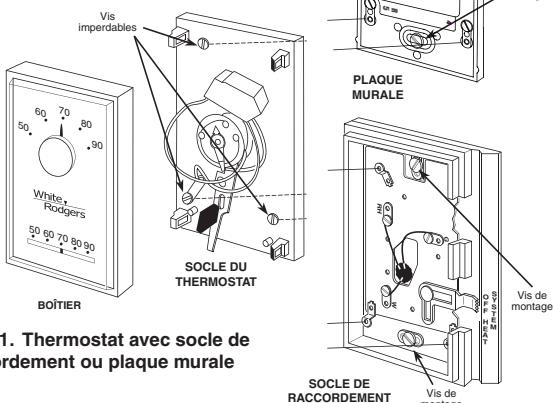

Figure 1. Thermostat avec socle de raccordement ou plaque murale
- Monter le socle de raccordement ou la plaque murale: utiliser les vis fournies pour fixer au mur le socle de raccordement ou la plaque murale (figure 1).
- Montage du socle du thermostat: Repousser dans le mur tout surplus de fil et boucher le trou à l'aide d'un matériau coupe-feu (comme de l'isolant en fibre de verre) afin d'empêcher que des courants d'air ne nuisent au fonctionnement du thermostat. Fixer le socle du thermostat au socle de raccordement ou à la plaque murale à l'aide des trois vis imperdables (figure 1). Serrer à fond les vis. Passer à l'étape 5.